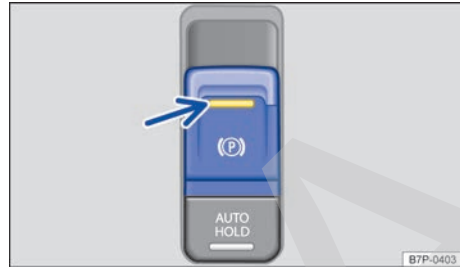

Fig. 182 En la consola central: tecla del freno de estacionamiento electrónico.
- Tire de la tecla → fig. 182 y manténgala en esa posición.
- Pulse la tecla → fig. 182. Al mismo tiempo pise con fuerza el pedal del freno o, si el motor está en marcha, pise ligeramente el pedal del acelerador.
- El testigo de control de la tecla → fig. 182 (flecha) y el testigo de control rojo de la pantalla del cuadro de instrumentos se apagan.
Se puede impedir que el freno de estacionamiento se suelte automáticamente tirando ininterrumpidamente hacia arriba de la tecla → fig. 182 al iniciar la marcha.
La función de retención del freno de servicio se puede interrumpir, igual que la del freno electrónico de estacionamiento, presionando hacia abajo la tecla → fig. 182 y pisando con fuerza el pedal del freno, o iniciando la marcha. En la pantalla del cuadro de instrumentos se apaga entonces el testigo de control verde.
- Tire de la tecla → fig. 182 y manténgala en esta posición para frenar el vehículo **energicamente**. Al mismo tiempo sonará una señal acústica de advertencia.
Si se presiona hacia abajo la tecla **P** → **fig. 182** del freno electrónico de estacionamiento y se pisa al mismo tiempo el pedal del freno con fuerza, finaliza la función de retención del freno de servicio o la retención por parte del freno electrónico de estacionamiento. También en este caso se apaga el testigo de control **verde** **P** en la pantalla del cuadro de instrumentos.